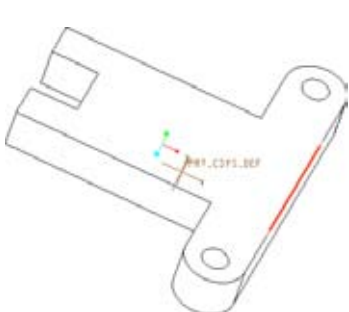
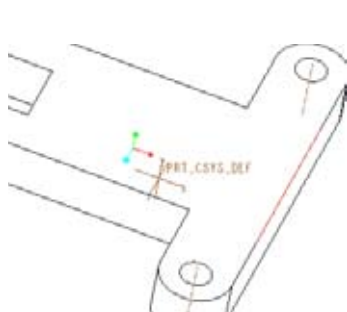

图3-111 选择参考
图3-112 创建基准轴
- 02 根据系统提示，边线作为创建基准轴的参考，如图3-111所示，单击【基准轴】对话框中的【确定】按钮，完成基准轴的创建，结果如图3-112所示。